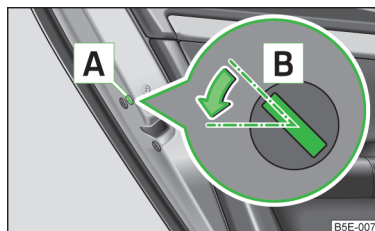

Fig. 202 Portière arrière : Verrouillage de secours
- Démontez le cache [A] » fig. 202.